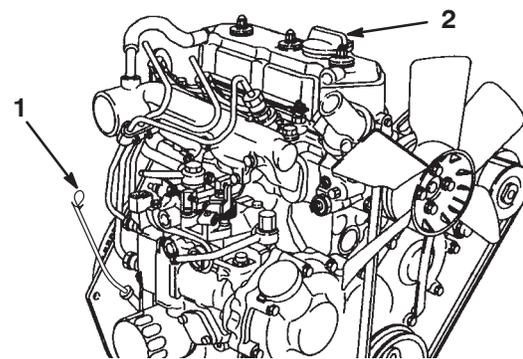

Bild 23
2. Nehmen Sie den Peilstab heraus und wischen Sie ihn mit einem sauberen Lappen ab (Bild 23). Stecken Sie den Peilstab in das Rohr und stellen Sie sicher, dass er vollständig eingeführt ist. Entfernen Sie den Peilstab und prüfen den Ölstand. Nehmen Sie bei einem niedrigen Ölstand den Fülldeckel von der Ventilabdeckung ab und gießen Sie **langsam** genug Öl in die Öffnung, bis der Ölstand die Vollmarke am Peilstab erreicht. Gießen Sie Öl langsam ein und prüfen Sie den Ölstand häufig während des Füllens. **Füllen Sie nicht zu viel ein.**